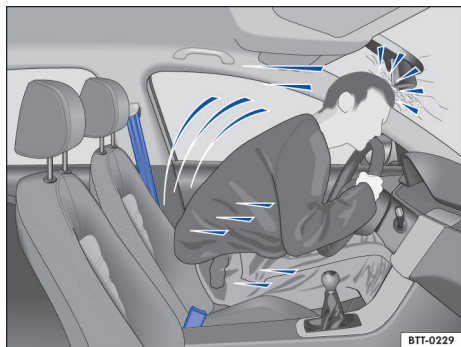

Fig. 35 O condutor sem cinto de segurança é lançado para frente.
- ◁ Mesmo em velocidades mínimas de impacto, o corpo sofre a ação de forças que não podem mais ser amortecidas com os braços e as mãos. Em caso de um acidente frontal, os ocupantes do veículo sem cinto de segurança são lançados para frente e batem de forma descontrolada em partes do interior do veículo, por exemplo, volante, painel de instrumentos ou para-brisa → Fig. 35.